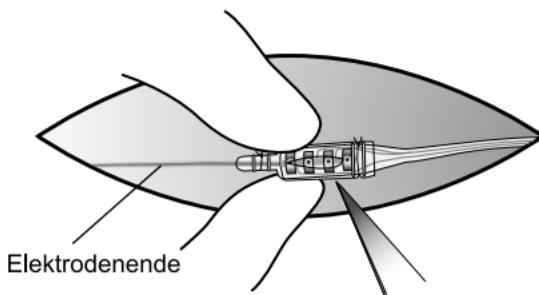

Abbildung 15. Schrauben durch Durchtrennen der Ligatur und der Konnektorschutzkappe freilegen.
4. Durchschneiden Sie die distale Ligatur über dem Elektrodenende der Verbindungsstelle. Durchtrennen Sie dann die über die Schrauben geschobene Konnektorschutzkappe und legen Sie die Schrauben frei (Abbildung 15).